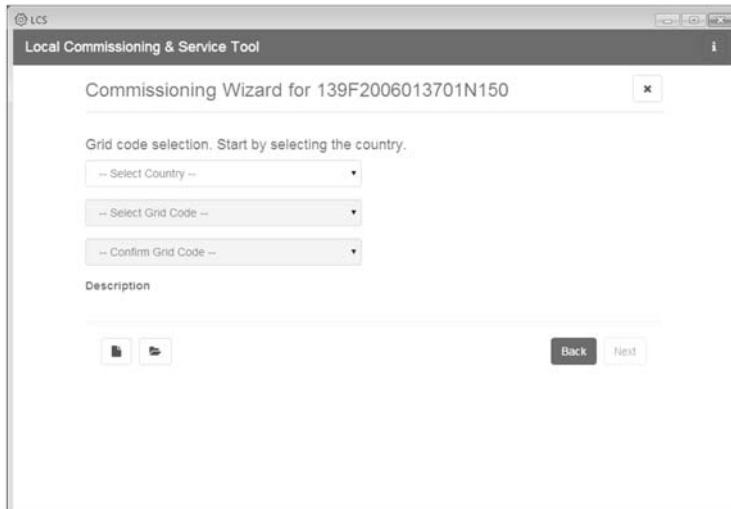

Abbildung 5.6 LCS-Tool - Land und Grid-Code auswählen
7. Wählen Sie das gewünschte Land aus der Liste der verfügbaren Optionen für die Wechselrichter im Netzwerk. Siehe Abbildung 5.6.
8. Wählen Sie den gewünschten Grid-Code aus der Liste der verfügbaren Optionen für das ausgewählte Land aus. Im Bedarfsfall einen kundenspezifischen Grid-Code durch Anklicken der Schaltfläche [**Load**] laden. Siehe Abbildung 5.6. Die Schaltfläche [**Create**] ist inaktiv und kann nicht verwendet werden.